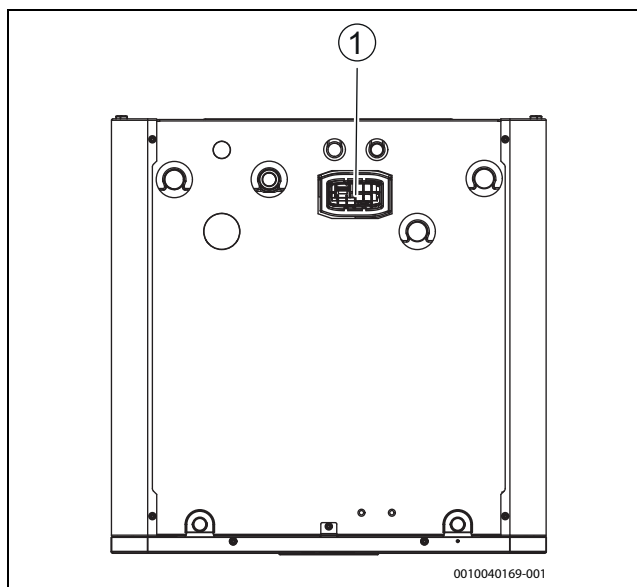

Bild 17 Connect-Key platzieren
- Modul in den Halter einsetzen (→ [1], Abbildung 17). Wenn das Modul richtig eingesetzt wurde, blinkt eine LED.